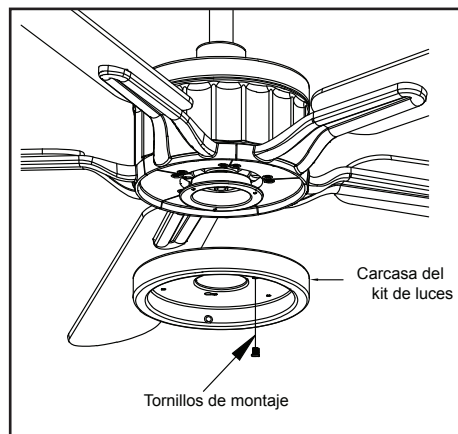

Figura 16
1. Afloja, pero no quites, dos de los tres tornillos de montaje del conjunto motor-ventilador; retira un tornillo de montaje. (Figura 16)
2. Empuja la carcasa del kit de luces hasta el conjunto motor-ventilador de manera que las cabezas de los dos tornillos aflojados encajen en las ranuras tipo ojo de cerradura. Gira la carcasa del kit de luces hacia la derecha y aprieta los tornillos. Vuelve a instalar el tornillo que retiraste en el paso 1 y apriétalo firmemente. (Figura 16)